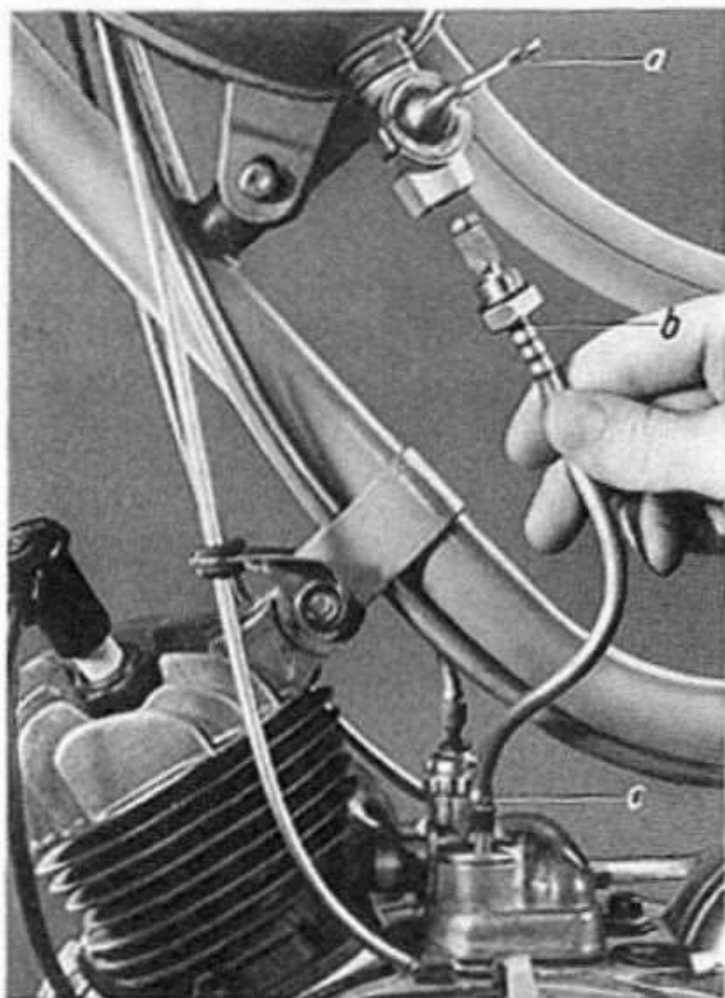

Bild 5
2.1 Benzinhahn (a) schließen, Kraftstoffleitung (b) zur gleichzeitigen Reinigung am Hahn abschrauben, bzw. Schlauch am Vergaser (c) abziehen. (Bild 5)